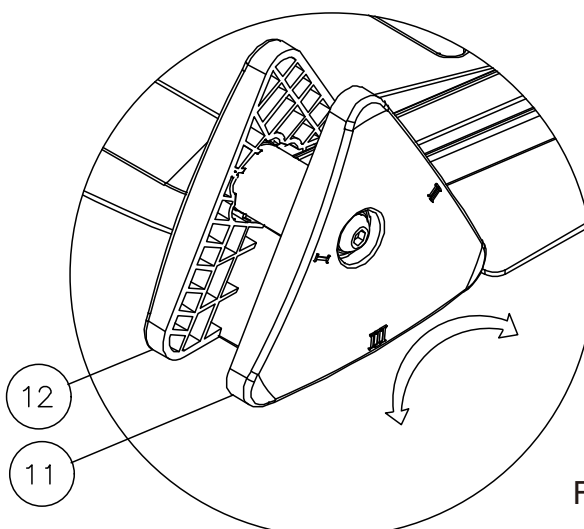

Figura 5
5. Ruotare contemporaneamente in modo simmetrico i sedili di regolazione triangolari numerati 11 e 12 su entrambi i lati. È possibile scegliere tra tre diverse impostazioni di inclinazione per una regolazione fine. Come mostrato nella Figura 5: